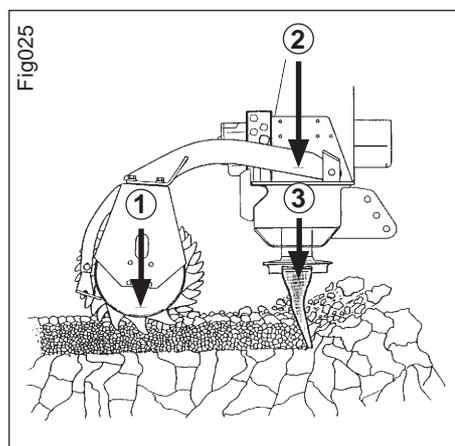

Fig. 2.9
1. Le poids de la masse du rouleau (fig. 2.9/1).
2. le poids de la masse de l'outil de préparation de sol (fig. 2.9/2).
- la force avec laquelle les dents s'efforcent de tirer le Cultimix dans le sol (fig. 2.9/3).